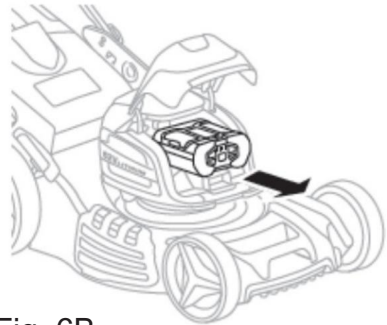

Fig. 6B
3) Retirez la batterie du produit. (Fig. 6B)